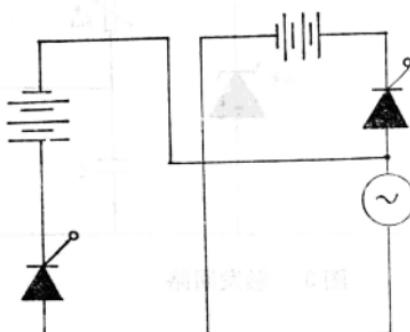

图 2 主回路
主回路是单相半波电路，如图 2 所示
电镀用可控硅整流器供电设备方框图如图1所示。线路总图如图2所示。
2. 主电路：主电路为三相半控桥式整流电路，参见图2。电源变压器接成 Δ/Y 型，以减少高次谐波的影响。每个可控硅桥臂由两只50安可控硅元件并联组成。并联两个可控硅元件间接有铁芯均流电抗器。每个可控硅元件最大导电角为 120° ，调节可控硅元